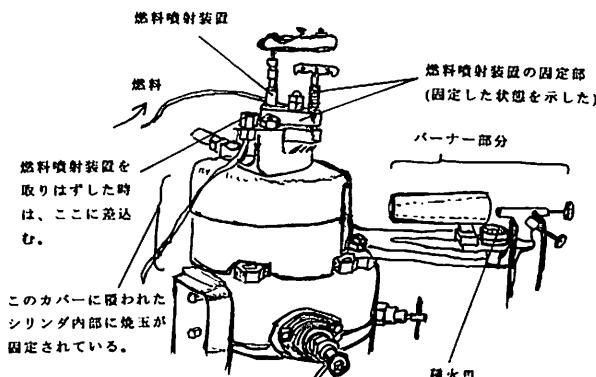

図1 エンジン上部の焼玉部分（カバー）とバーナー
- 3、十分に焼玉（図1参照）が熱せられたころを見計らって、燃料噴射装置を操作して、シリンダー内部の焼玉に燃料（A重油）を噴霧する。